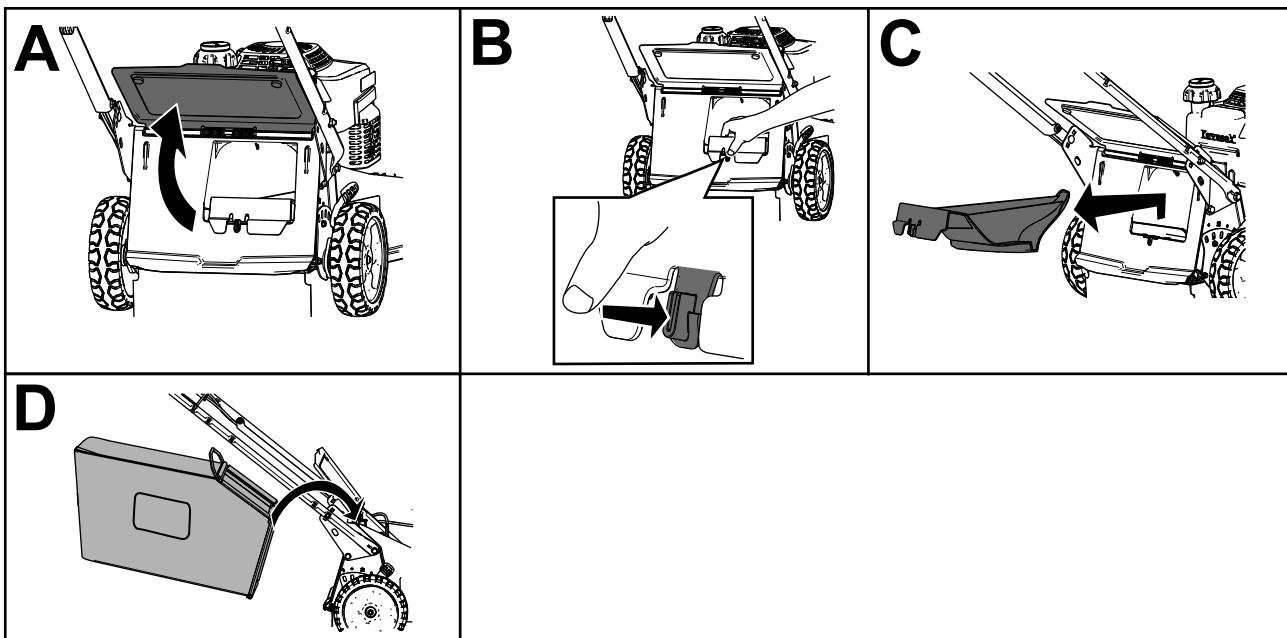

Figure 20
2. Soulevez le déflecteur arrière et gardez-le dans cette position (A de la Figure 20).
3. Retirez l'obturateur d'éjection arrière en appuyant sur le verrou avec le pouce et en tirant l'obturateur hors de la machine (B et C de Figure 20).
- Placez les extrémités de la tige du bac dans les crans à la base du guidon et basculez le bac d'avant en arrière pour vous vérifier que les extrémités de la tige sont bien engagées au fond des deux crans (D de Figure 20).